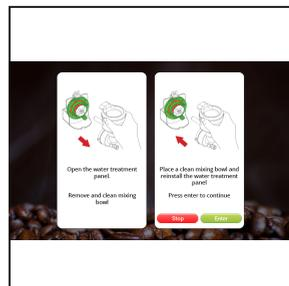

图 6
6. 显示屏将显示 **重装干净搅拌碗及水处理面板后，按启动键确认**。按下回车。（见图 6）